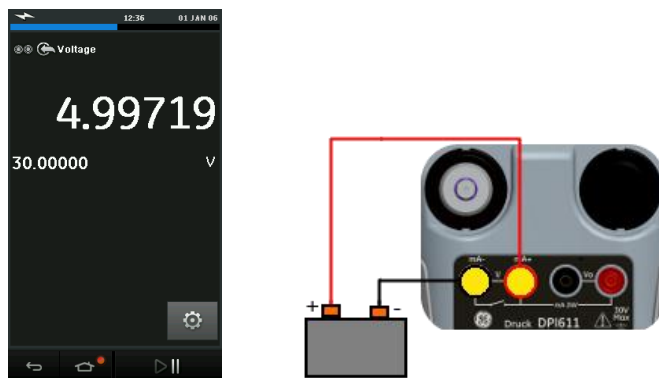

Figure 2-21 Mesurer une tension DC Volts ou DC mV sur le canal électrique.
- La Figure 2-21 indique le canal électrique nécessaire pour mesurer une tension DC (± 30 V) ou DC mV (± 2000 mV).